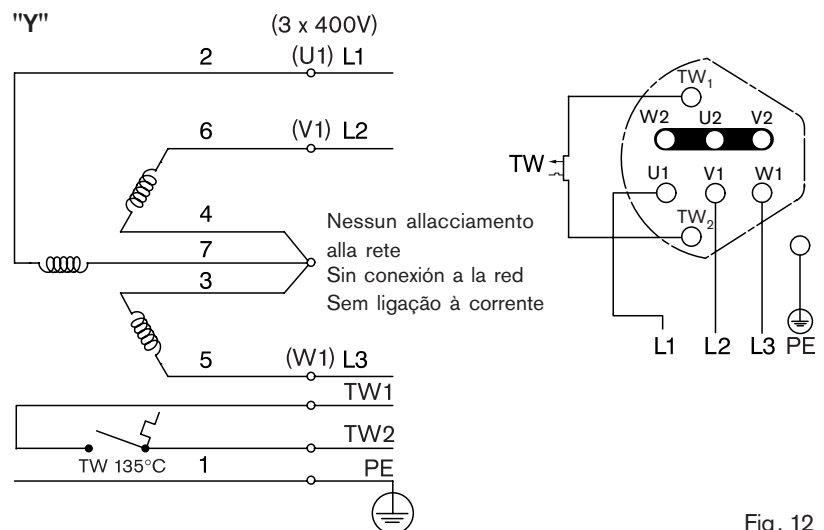
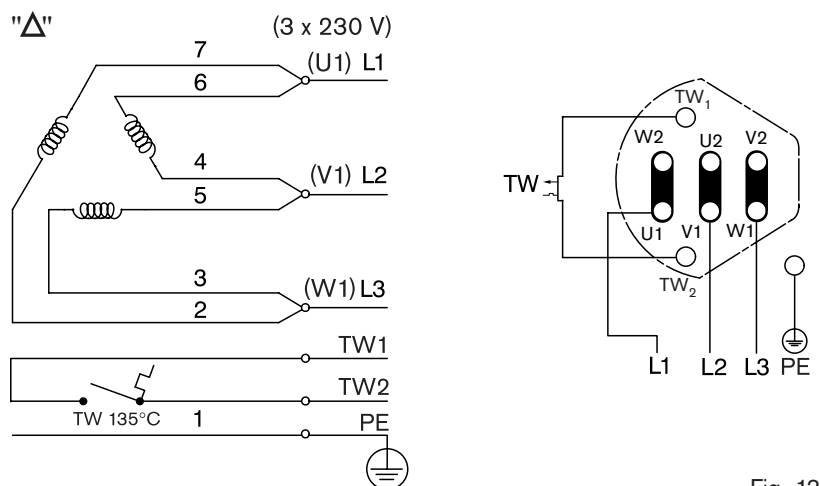

Fig. 12
Fig. 13
L'allacciamento del motore va eseguito a seconda della tensione e corrente riportate sulla targhetta (Fig. 11) in base alla Fig. 12 (Y) o Fig. 13 (Δ).
Vedere gli schemi elettrici della Fig. 12 o Fig. 13 oppure lo schema elettrico nella scatola terminali!
La conexión del motor se debe llevar a cabo de acuerdo con lo indicado en la placa de características (Fig. 11) según la tensión de red indicada en la Fig. 12 (Y) o la Fig. 13 (Δ).
■ Tener en cuenta los esquemas de conexión de la Fig. 12 o Fig. 13, así como el esquema de conexión en la caja de bornes!
A conexão do motor deve ser realizada segundo os dados constantes da placa de identificação (Fig. 11) e de acordo com a tensão elétrica, conforme a Fig. 12 (Y) ou a Fig.13 (Δ).
Seguir os planos de conexão segundo as Fig. 12 e Fig. 13, bem como o plano de conexão na caixa de bornes!
Per cambiare la direzione di rotazione del motore, scambiare due fili a piacere (L1, L2 o L3, Fig. 12+13).
Para cambiar el sentido de rotación del motor, sustituir dos cables cualesquiera (L1, L2 o L3, Fig. 12+13).
Para mudar o sentido de rotação do motor, trocar dois de qualquer um dos fios (L1, L2 ou L3, Fig. 12+13).